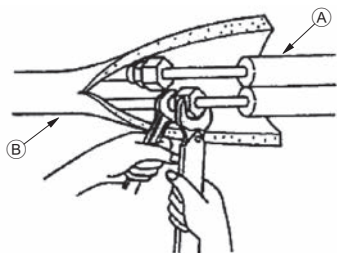

Fig. 4-3
4.3. Tuyauterie de réfrigérant (Fig. 4-3)